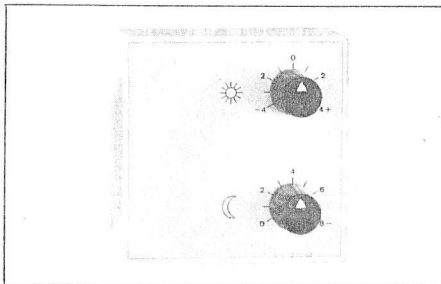
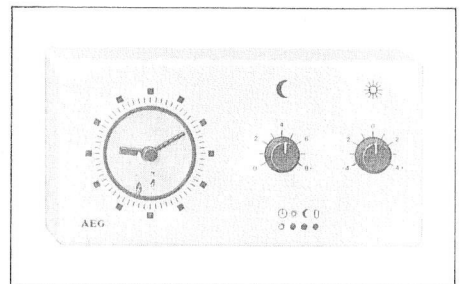

Bild 8 Fernbedienung FB 1
Bild 9 Fernbedienung mit Uhr FBU 2
- d) Zur Sollwerteneinstellung wahlweise Fernbedienung FB 1 (Bild 8) Fernbedienung mit Uhr FBU 2 (Bild 9) Raumfühler RFS 1 (Bild 8) Raumfühler mit Uhr RFU 2 (Bild 9)
Bild 8 a FB 1 / RFS 1 geöffnet